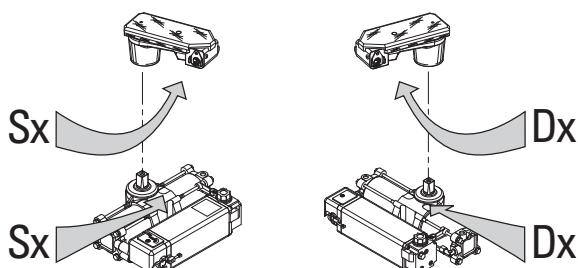

FIG. 16
- Le Combi 740 à 110° DROITE est couplé avec le Déverrouillage manuel d'urgence DROITE, le GAUCHE avec le GAUCHE (Fig.16).